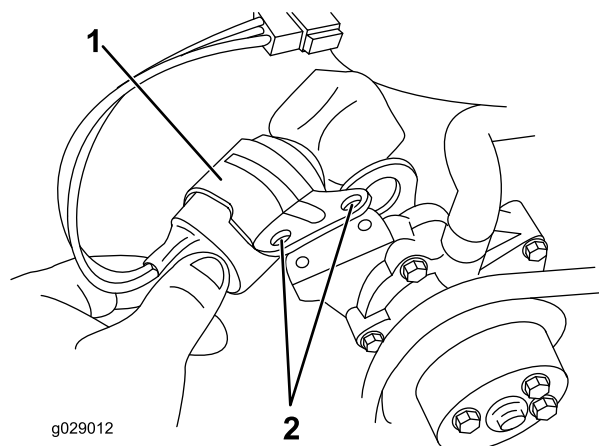

Рисунок 11
2. Установите на штатное место сменный электромагнитный отсечной топливный клапан и закрепите его, **не затягивая**, с помощью двух болтов (Рисунок 11).